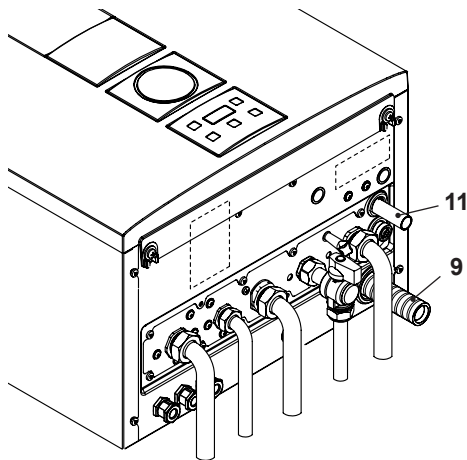

Figura 5.4
- Conecte la descarga de la válvula de seguridad 11 (Figura 5.4) a un embudo de descarga.
- Introduzca el tubo flexible de descarga de condensado 9 (Figura 5.4) en el conducto de desagüe de condensado doméstico o en el embudo de descarga de la válvula de seguridad, siempre que el desagüe sea apto para recibir condensado ácido.